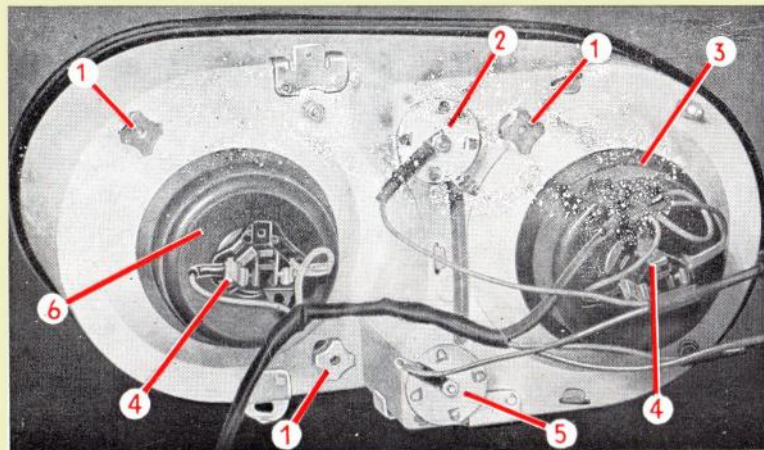

Fig. 57
- Eteindre les phares et tirer sur la connexion (4 - Fig. 57) et dégager le protecteur en caoutchouc;
Feux clignotants (2 - Fig. 57) : Type de lampe BA 15 S - 12 V - 25 W.
Feux de stationnement et de position (5 - Fig. 57) : Type de lampe BA 15 S - 12 V - 4 W.